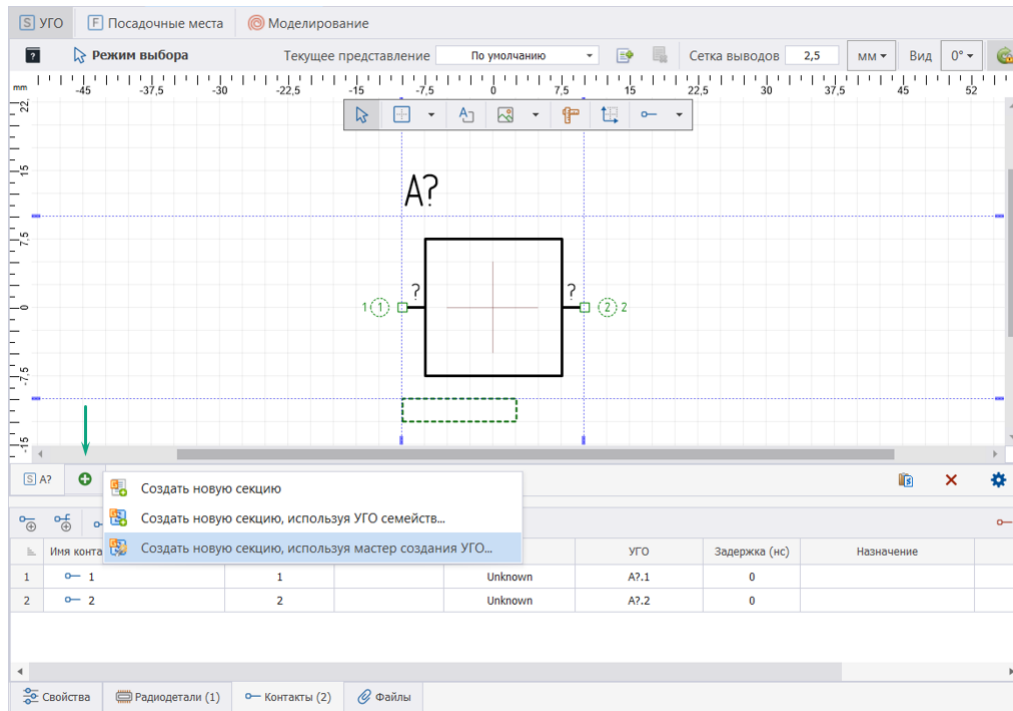

Рис. 218 Запуск мастера создания УГО
1. Нажать иконку  создания новой секции и в открывшемся меню выбрать пункт «Создать новую секцию, используя мастер создания УГО...», см. Рис. 218.